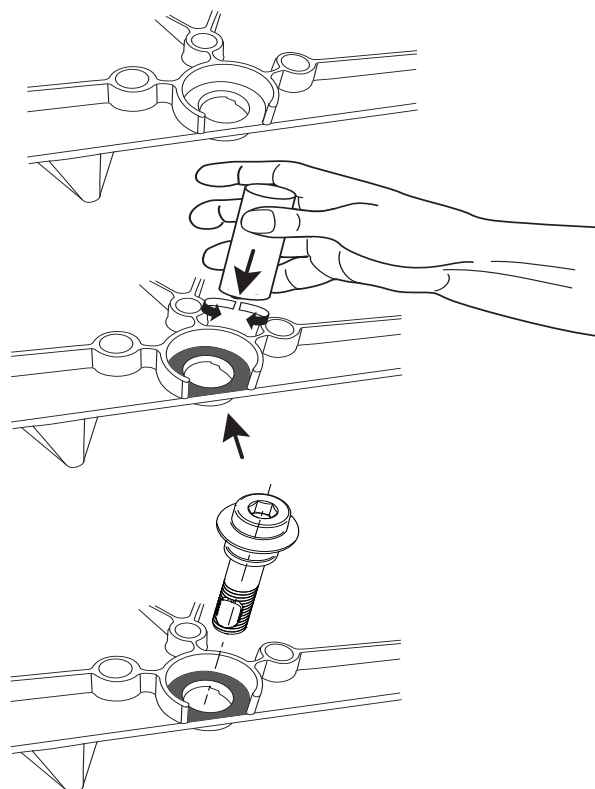

Abb. 107: Auftragen der Keramikpaste
- ➔ Tragen Sie Keramikpaste auf, wenn dort keine oder zu wenig vorhanden ist (s. Abb. 107).